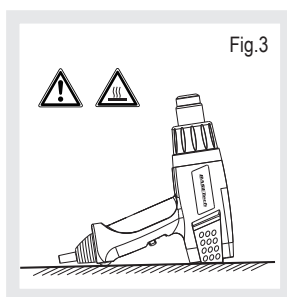

Fig. 3
- Une fois le travail terminé, mettez le bouton marche/arrêt (C) sur 0, débranchez l'appareil et reposez-le sur son pied (D) pour le laisser refroidir. (Fig. 3)